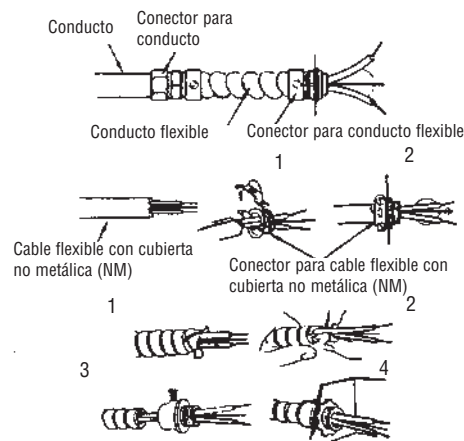

Figura 2 – Conectores, cable y accesorios de montaje utilizados para el cableado del UH-524TA
**NOTA:** para algunas aplicaciones puede que sea necesario un conducto (vea la Figura 2). Verifique los códigos eléctricos locales. Si el cableado se tiende por un conducto, asegúrese de que haya una cantidad suficiente de conducto flexible como para permitir el giro del calefactor en caso de ser necesario.
2. Instale los conectores de cable en la unidad (vea la Figura 2), y deslice el cable calibre 8 o 10 gauge (vea la página 2) través del conector de cable. Cuando haga las conexiones, extraiga a través del conector una cantidad suficiente de cable para trabajar.